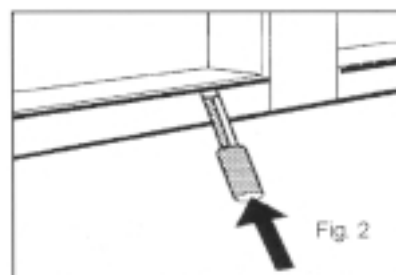

Fig 2
2. Lyft av dörrarna (se instruktioner under "Dörr demontering"). Tag bort de plastlister som täcker den trasiga värmekabeln. Börja med att ta bort de horisontella plastlisterna och därefter de vertikala. Använd en skruvmejsel och hamra försiktigt tills listen släpper (fig 2).